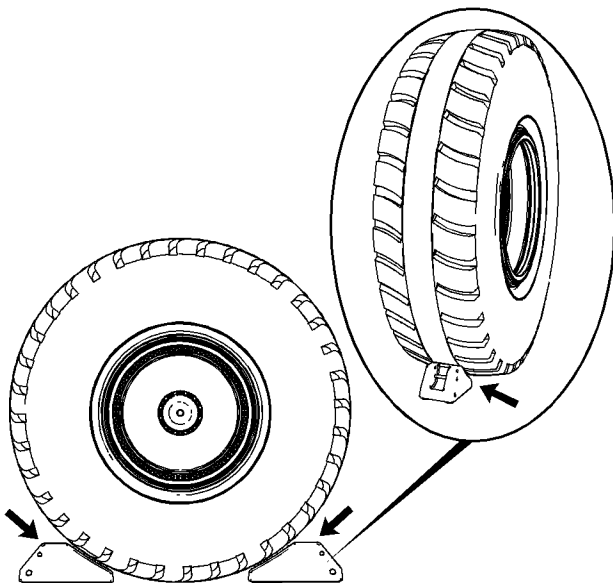

Ilustración 122
5. Quite cada calce de rueda del soporte de almacenamiento e instálelo en el neumático, como se muestra en la ilustración 122. Coloque un calce de rueda en la parte delantera y otro en la parte trasera del neumático. Coloque cada calce de rueda firmemente y en ángulo recto contra el neumático. Coloque los calces de ruedas en el centro de la banda de rodadura del neumático.